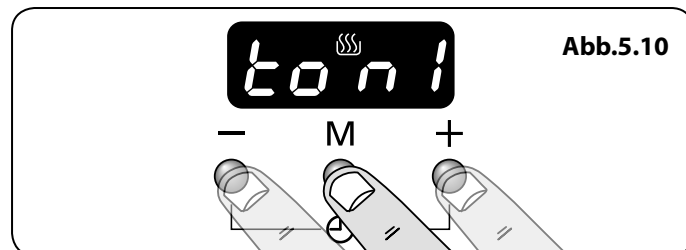

Abb.5.10
1. Drücken Sie dazu gleichzeitig die Tasten [+] und [-] und anschließend die Taste [M]. In der Anzeige wird „ton1, 2 oder 3“ angezeigt (**Abb.5.10**).